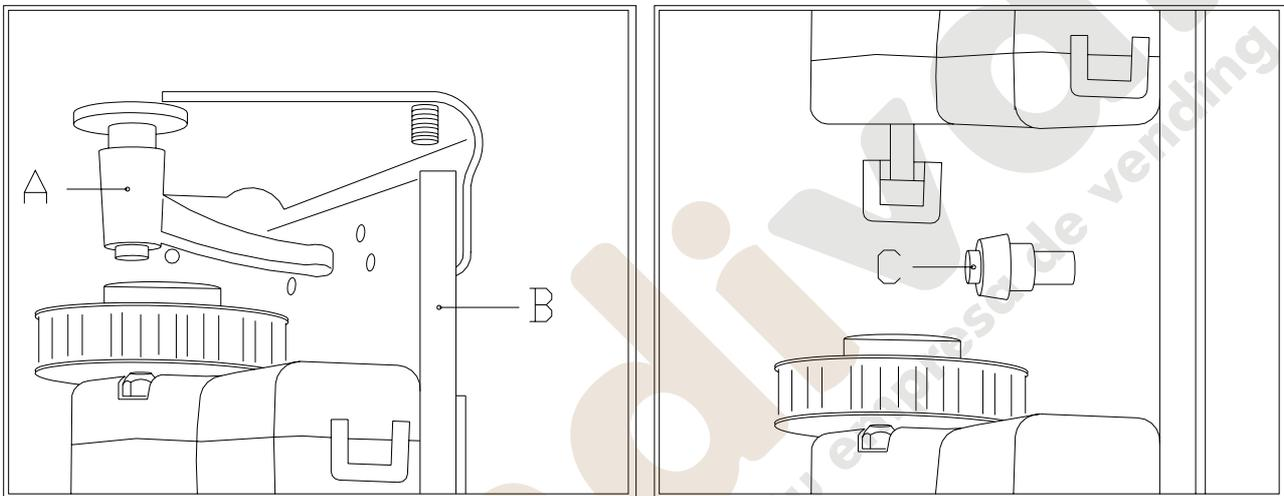
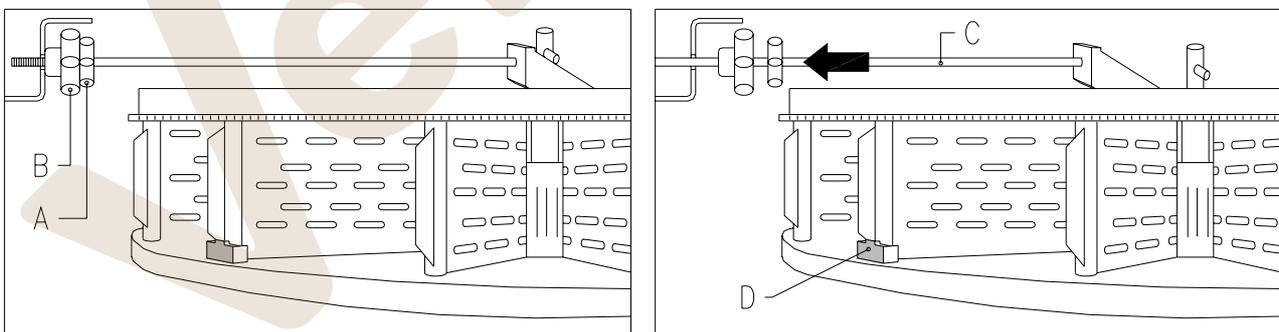

FIG. 6
FIG. 7
8.1 SACAR LA COLUMNA DE BANDEJAS FIG. 6 - FIG. 7
- Aflojar las manillas pos. A FIG. 6, tanto arriba como abajo. Además, deben aflojarse los 3 espárragos roscados pos. C FIG. 6, que hay a lo largo del montante de los motores espaciados regularmente, por último desplazar el grupo motores pos. B FIG. 6 de manera que los engranajes se desenganchen;
- Desenganchar la varilla de bloqueo de la columna y sacarla como ilustrado en la FIG. 7;
- Acercar el grupo motores controlando que todos los engranajes estén correctamente engranados, esta operación resulta más fácil actuando en los 3 espárragos roscados (pos. C FIG. 6), por último fijar las dos manillas, tanto arriba como abajo.
Al encender la máquina, ésta ejecuta una rotación automática de todas las bandejas hasta que el tope pos. D FIG. 7 no está delante del sensor, para poner a cero la máquina.